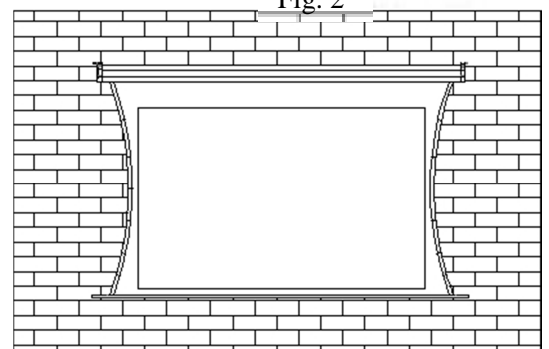

Fig.3
3. Stellen Sie sicher, dass die Leinwand 100% waagrecht hängt(Fig. 3).